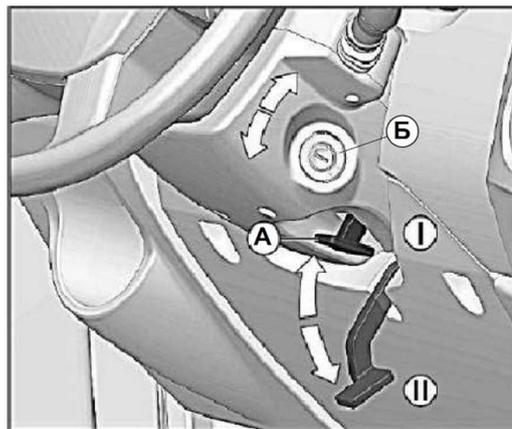

Рис. 5.7 Рычаг механизма фиксации рулевой колонки и замок выключателя приборов и стартера
Положение 3 ближнего света. Среднее фиксированное положение рычага, если выключатель а (рис.5.7) наружного освещения находится в положении
**Б** – замок выключателя приборов, стартера и противоугонного устройства (см. рис. 5.7).